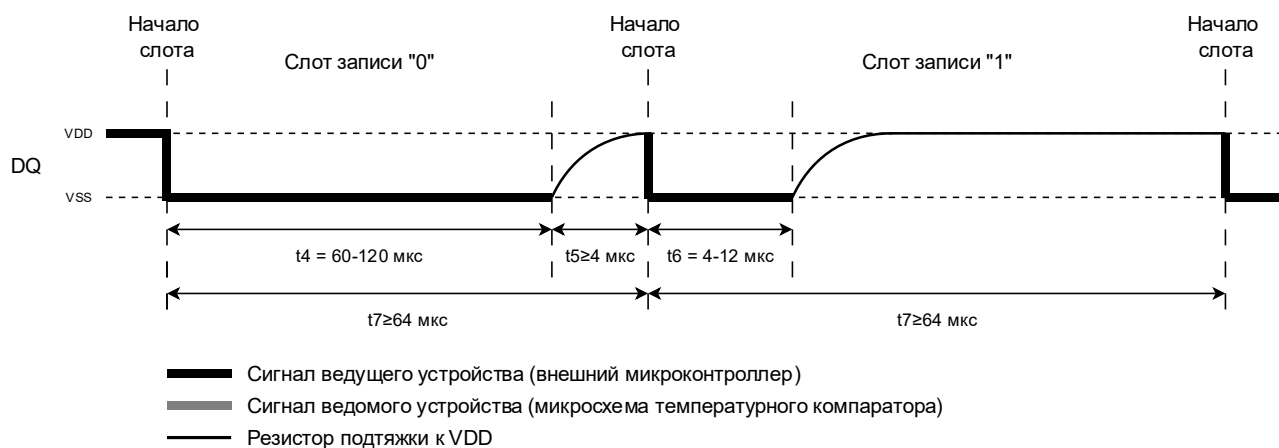

Рисунок 5. Временная диаграмма записи данных
- 1) Произвести инициализацию (см. пункт «Инициализация», Рисунок 5);